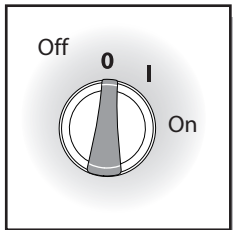

Fig. 14
- Asegúrese de que la perilla de EN/LEJOS está en el "DE" posición. El interruptor del poder tiene símbolos internacionales para "en" y "lejos" : En (--) Lejos (O). (Fig. 14)
- Gire la esfera a "EN" (Fig. 14) El motor y la bomba ahora deben ser corridos y deben ser proporcionado un rocío poderoso.